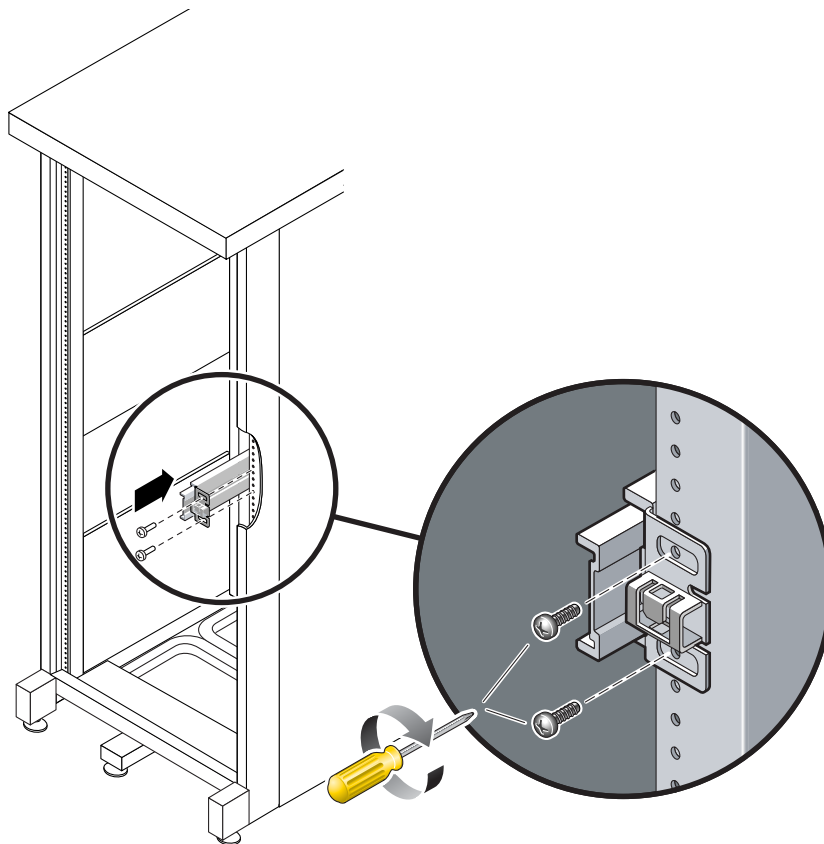

図 2-18 スライドレールの取り付け
- a. 2本のねじを使用して、スライドレールの正面側を前面右側のラックポストに緩く取り付けます (図 2-18)。